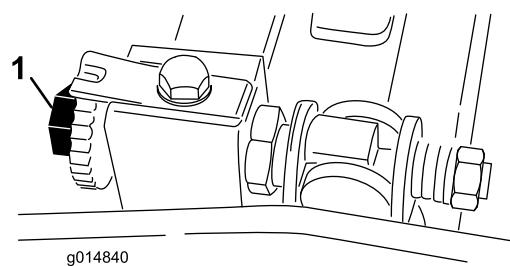

Figura 46
- Rode o cilindro de forma a que a lâmina cruze a extremidade da lâmina de corte entre a primeira e segunda cabeça dos parafusos do lado direito da unidade de corte (Figura 46).
6. Rode o parafuso de ajuste da barra de apoio direita até sentir uma leve pressão (ou seja, arrastamento) no calço deslizando-o de um lado para o outro (Figura 46).